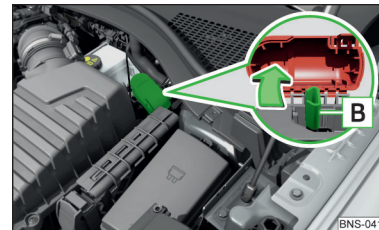

Abb. 345 **Pluspol bei Fahrzeugen mit der Fahrzeugbatterie im Gepäckraum**
Der Pluspol [B] befindet sich unter einer Abdeckung im Motorraum » Abb. 345.
- ▶ Die Pluspolklemme des Starthilfekabels an der Position [B] » Abb. 345 an-klemmen.